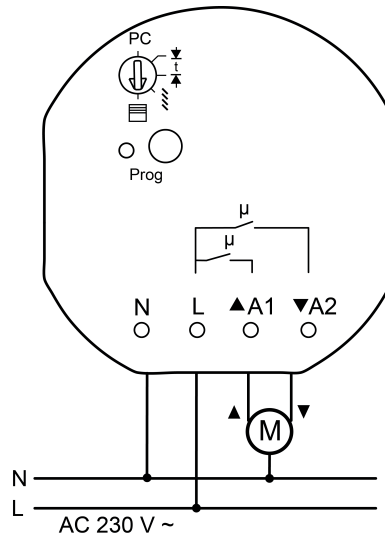

Bild 2: Anschlussbeispiel
- Last gemäß Anschlussbeispiel anschließen (Bild 2).